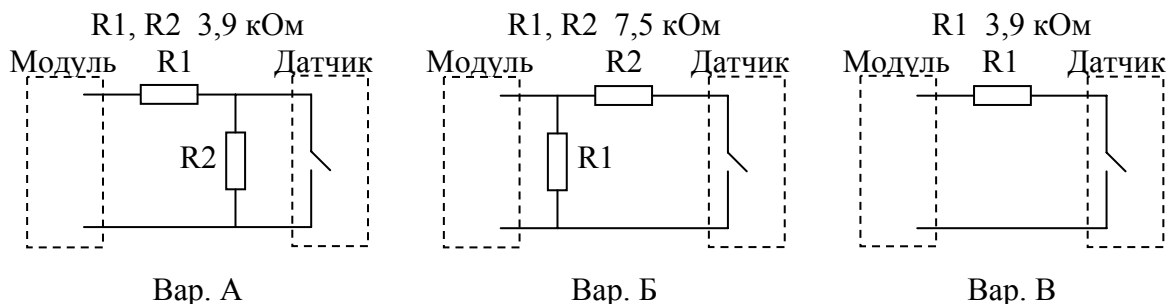

Рис. 8.4. Различные варианты подключения шлейфа к модулю интерфейсному.
8.4.1. Электрические схемы организации охранного шлейфа приведены на рис. 8.4. Вариант А позволяет определять четыре состояния шлейфа при величине контрольных резисторов 3,9 кОм. Вариант Б позволяет определять четыре состояния шлейфа при величине контрольных резисторов 7,5 кОм. Вариант В позволяет определять только три состояния шлейфа при величине контрольного резистора 3,9 кОм. Вариант В используется также для незадействованных в работе шлейфов (резистор подключается непосредственно к входу модуля и удерживает соответствующий шлейф в нормальном состоянии).
8.4.2. Подключение исполнительных контактов датчиков к модулю интерфейсному посредством кабеля шлейфов и коммутационной колодки показано на рис. 8.5. На этом рисунке шлейфы организованы по варианту А рис. 8.4, но эта схема подключения одинаково подходит и для остальных вариантов.